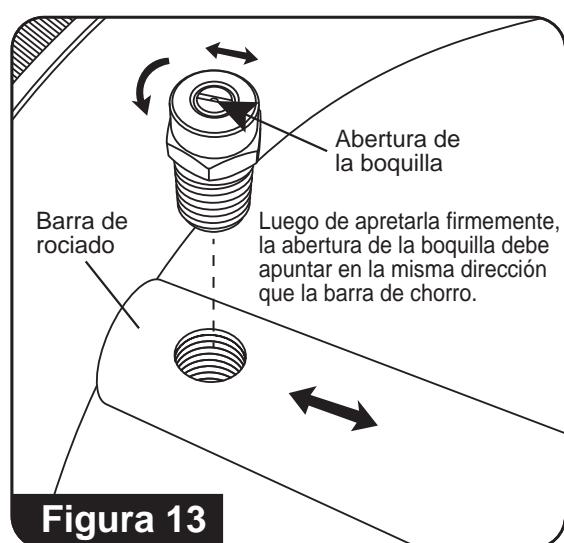

Figura 13
7. Vuelva a instalar las boquillas de la barra de rociado. Apriete firmemente. Alinee la abertura de la boquilla, como se muestra en la figura 13.